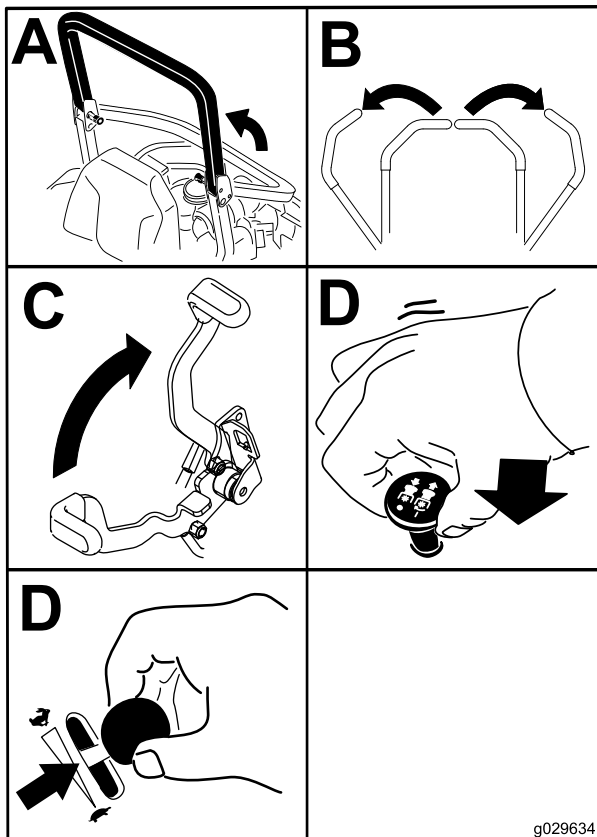

Figure 20
4. Placez la commande des lames (PDF) en position désengagée (Figure 20).